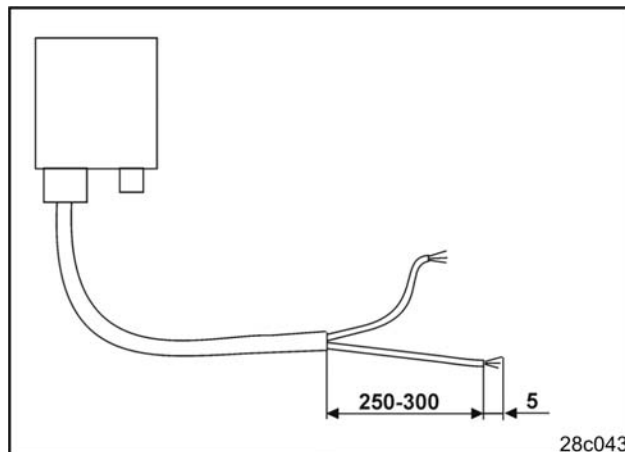

Fig. 5
- Dénudez l'extrémité du câble (Fig. 5) d'env. 250 à 300 mm.
- Dénudez individuellement les extrémités de câbles (Fig. 5) d'environ 5 mm.